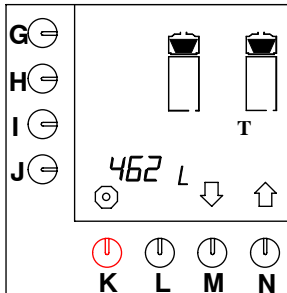

Fig. 39 Contatore totale della macchina di preparazione del caffè
- Premere il tasto di selezione (N.)† fino a che sullo schermo viene visualizzato quanto illustrato nella fig. 39 .